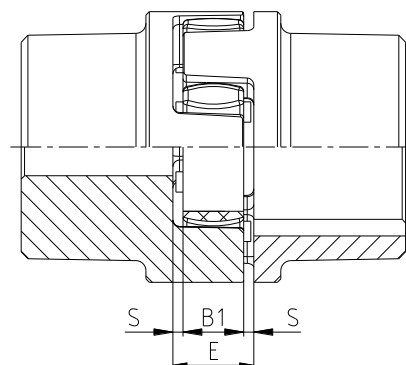

Bild 12: Kopplingsinbyggnad
- Förskjut aggregaten axiellt tills E-måttet uppnås (se bild 12).
- Rikta in kuggkransen i mitten mellan naven och kontrollera E- och S-måttet (se bild 12 och kapitel 1).